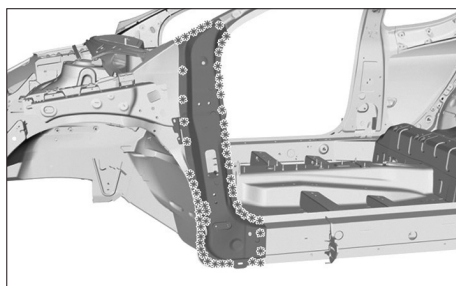

FIG. 62
- Fraiser les points de soudure (Fig.62).